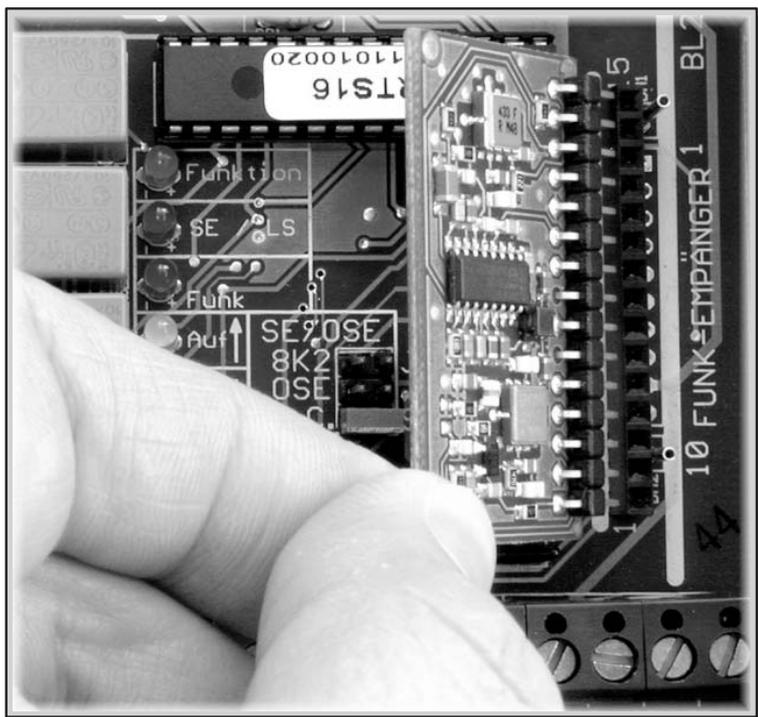

Abb. 9
- Funkmodul mit der gewünschten Frequenz "*seitenrichtig*" in die Steckfassung "BL 1" einstecken. (Abb. 9)
- Funkmodul vorsichtig aus der Steckfassung "BL 1" ziehen. (Abb. 9)